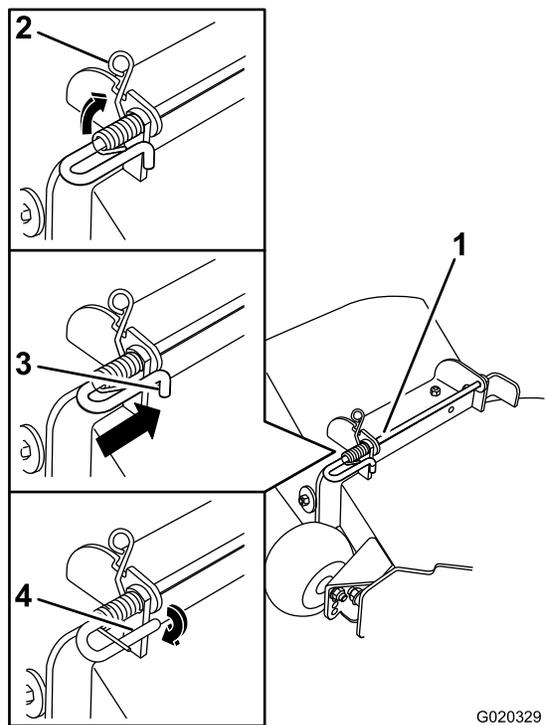

Figura 76
5. Levante el extremo del muelle con bucle y colóquelo en la muesca del soporte del deflector (Figura 76).
6. Fije el conjunto de varilla y muelle torciéndolo de manera que el extremo corto de la varilla pueda colocarse detrás del soporte delantero que está soldado a la carcasa (Figura 76).